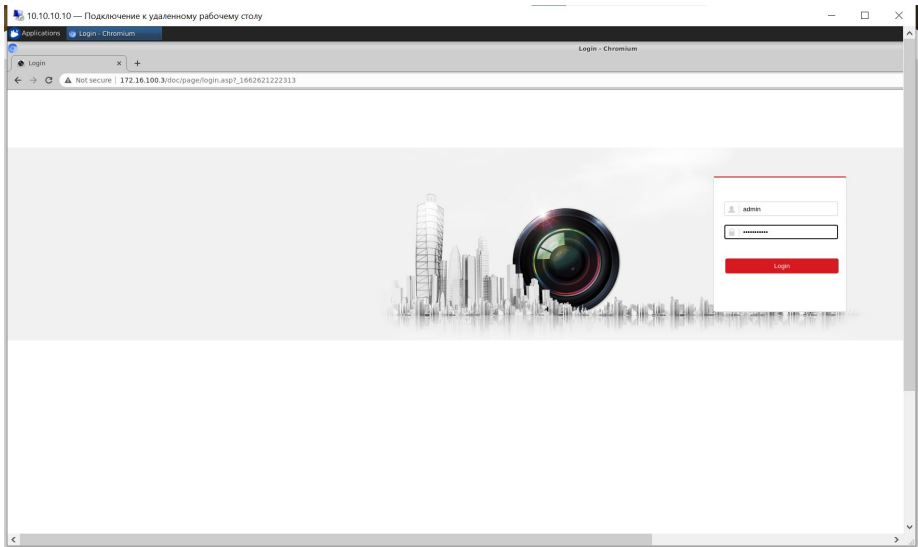

Рисунок 10 – Вход в интерфейс тепловизора
- 2) Ввести логин и пароль: «admin» и «synergo2020», соответственно (Рисунок 10), нажать на кнопку «Login»;